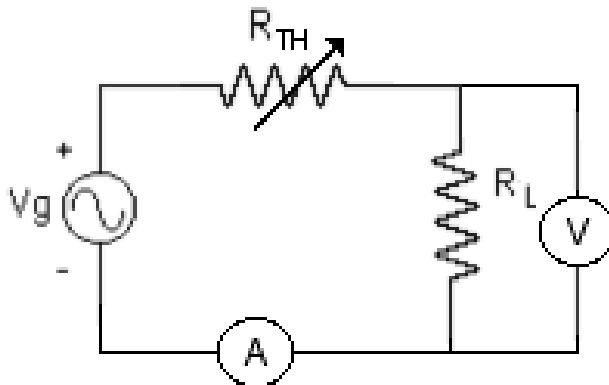

Figura 7.6.- Circuito para comprobar el teorema de Máxima Transferencia de Potencia con R_{TH} variable utilizando amperímetro y voltímetro
12.- Para comprobar el Teorema de Máxima Transferencia de Potencia cuando la resistencia de carga R_L es fija y es posible variar la resistencia equivalente del circuito (R_{TH}), puede usarse el circuito indicado en la Figura 7.6, utilizando en este caso el amperímetro y el voltímetro analógicos, colocando una resistencia R_L del valor indicado por su profesor y conectando la década en la posición de R_{TH}. Ahora bien, dadas las resistencias internas de los amperímetros disponibles en el laboratorio, es posible que la inclusión de dichos instrumentos en el circuito modifique significativamente la corriente. El experimento puede realizarse también midiendo exclusivamente el voltaje sobre la resistencia R_L (que debe medirse previamente con el óhmetro para conocer su valor real) y calculando la potencia como $P_{RL} = V_{rms}^2 / R_L$. Dependiendo de los instrumentos disponibles, seleccione uno de los procedimientos y registre estos datos en la siguiente tabla, a fin de poder graficar P_{RL} en función de R_{TH}.